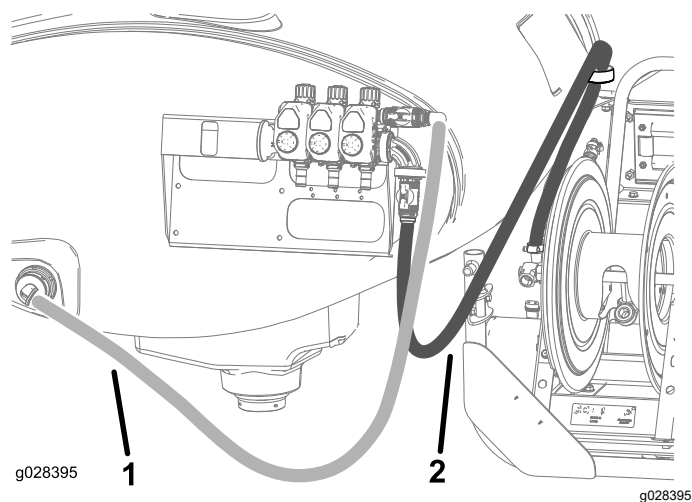

Bild 22
15. Verlegen Sie den Versorgungsschlauch der Schlauchtrommel, wie in Bild 22 gezeigt, und befestigen Sie ihn mit einer Schlauchklemme an der Schlauchtrommel.